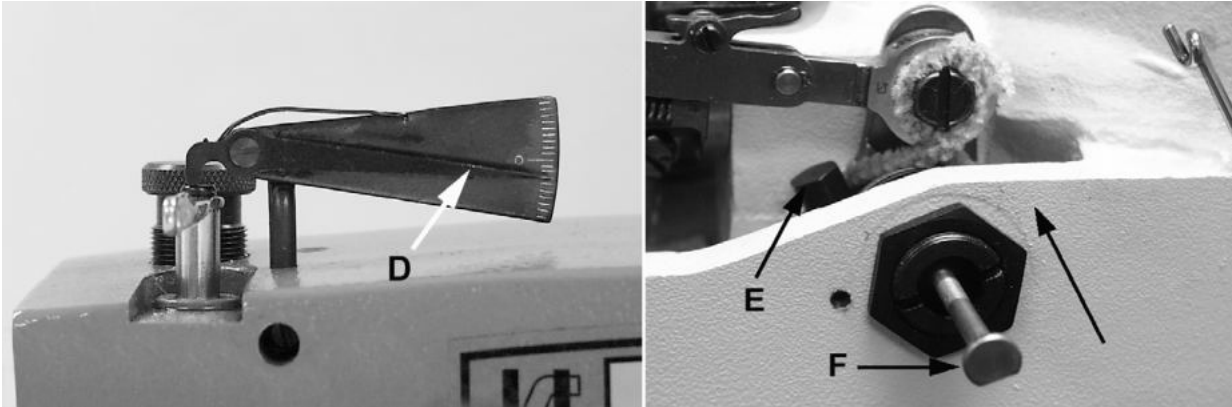

Fig. 3B
If pointer on the indicator reads below „0“, (Fig. 3B) loosen screw (E) in the looper drive lever and tap screw (F), (99271), slightly away from the operator. Retighten screw (E) in the looper drive lever and recheck the synchronization as outlined above. Repeat as necessary to obtain proper synchronization.
Falls der Zeiger der Anzeige unter „0“ (Fig. 3B) anzeigt, lockern Sie die Schraube (E) im Greiferantriebshebel und klopfen die Schraube (F) (99271) leicht von der Bedienperson weg. Ziehen Sie die Schraube (E) im Greiferantriebshebel wieder an und kontrollieren Sie die Synchronisation wie oben beschrieben. Wiederholen Sie dies, falls notwendig, um eine korrekte